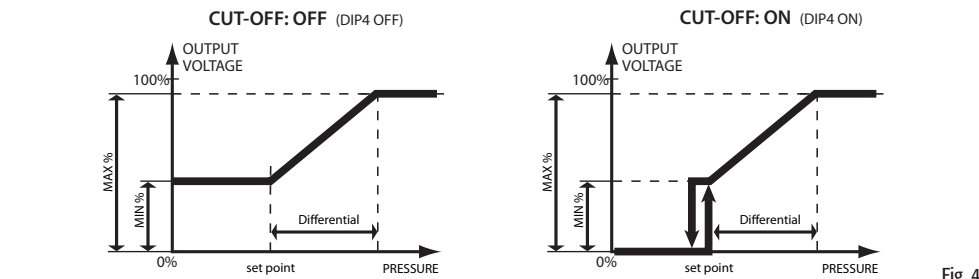

Fig. 4
- Cut-OFF-Funktion (siehe Abb. 4), über Dipschalter aktivierbar;